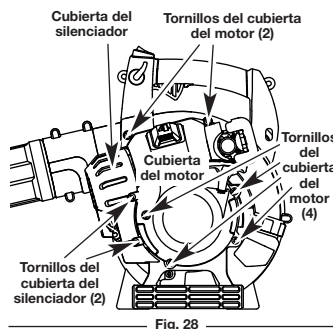

Fig. 28
- Quite los dos (2) tornillos de la manija utilizando un destornillador de hoja plana, o un destornillador de cabeza Torx del número T-20, mientras sujeta las tuercas con una llave para tuercas de 3/8" (Fig. 28).
- Saque el perno superior situado cerca de la manija de la cuerda del arrancador con las herramientas mencionadas en el paso 1 (Fig. 28).
NOTA: Asegúrese de que los tornillos se vuelvan a colocar en los agujeros originales (Fig. 28).
- Retire los cinco (5) tornillos de la parte posterior de la tapa del motor con destornillador de cabeza plana o Torx No. T-25 (Fig. 28).